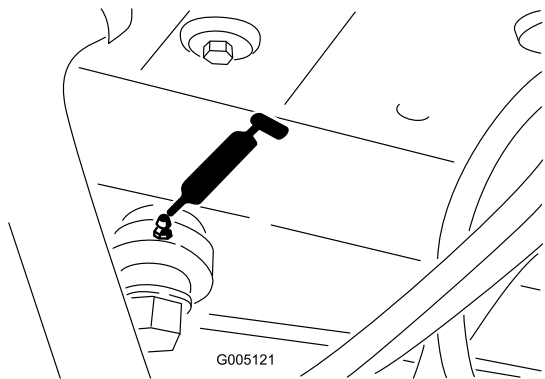

Figura 34
- Estremità del cilindro dello sterzo (Figura 34)